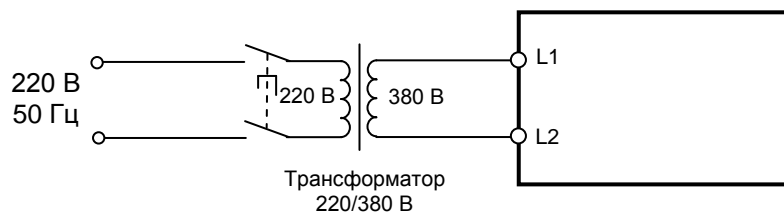

Рис. 4.9. Подключение ПЧ к сети.
4.7.1. Подключить преобразователь к электросети 3Ф ~380 В (к сети 1Ф ~220 В через трансформатор 220/380 В), как показано на рис. 4.9.